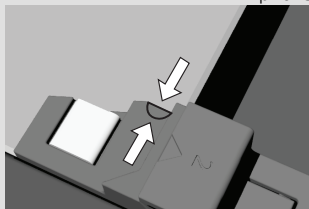

рис. 4
**Примечание:** при установке стекла на место отметки (полуокруг) на дверце и стекле должны совместиться (рис. 4).